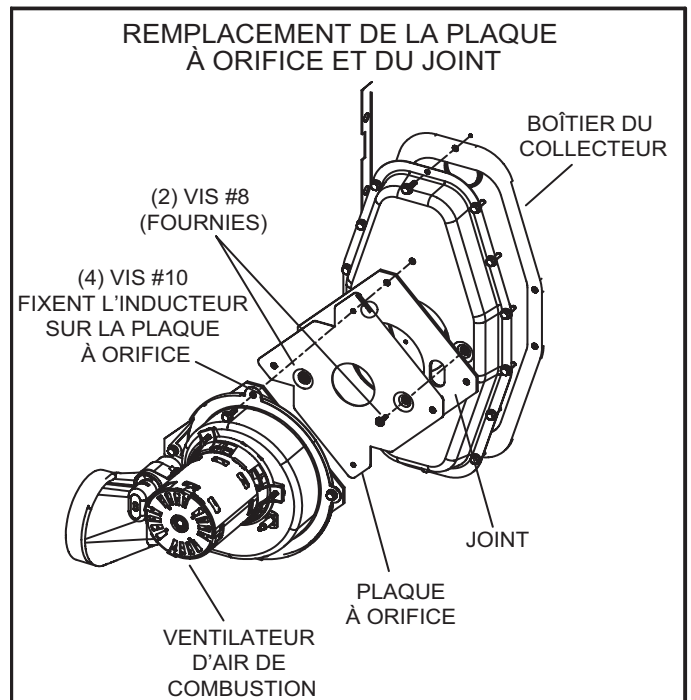

FIGURE 1
- 5 - Retirer les quatre vis #10 fixant l'inducteur d'air de combustion sur la plaque à orifice et les mettre de côté. Voir Figure 1.